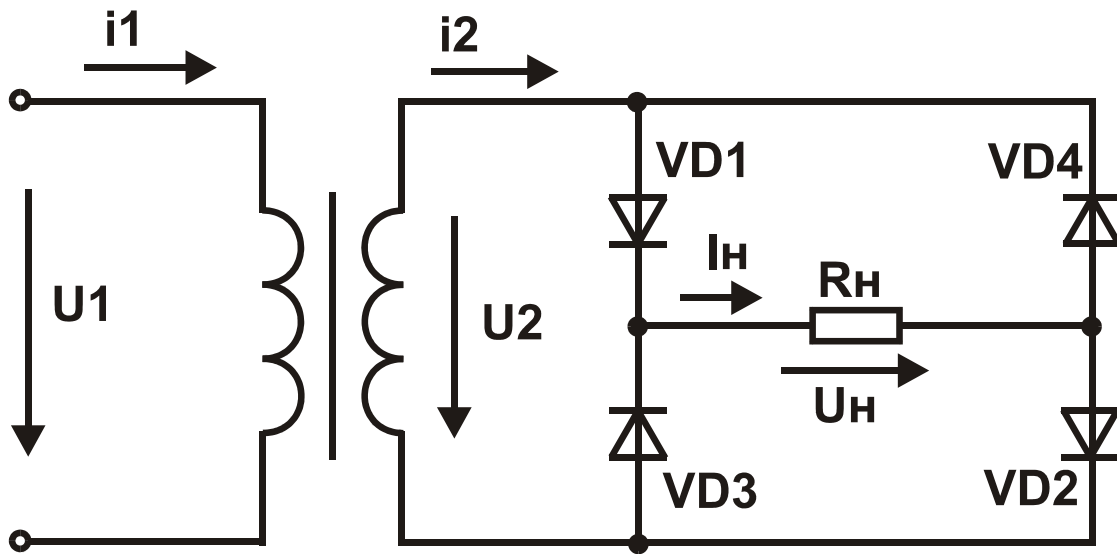

Рис. 2.1
3. Однофазный мостовой выпрямитель (рис. 2.1) подключен с помощью трансформатора к сети с действующим значением напряжения  $U_1$ . Нагрузкой для выпрямителя является резистор с сопротивлением  $R_n$ , среднее значение выпрямленного тока в котором  $I_n$ . Описать принцип работы выпрямителя. Определить коэффициент трансформации трансформатора  $n$ ; средний  $I_{np-cp}$  и максимальный  $I_{np-max}$  токи каждого диода при прямом